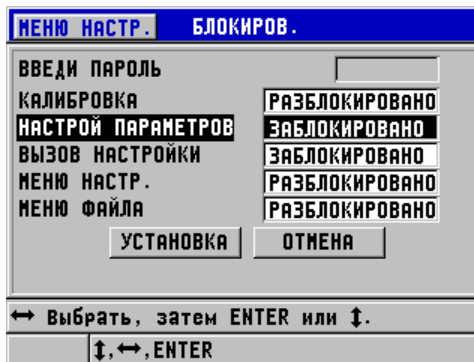

Рис. 7-10 Окно БЛОКИРОВКА
2. В окне **БЛОКИРОВ.** (см. Рис. 7-10 на стр. 147):